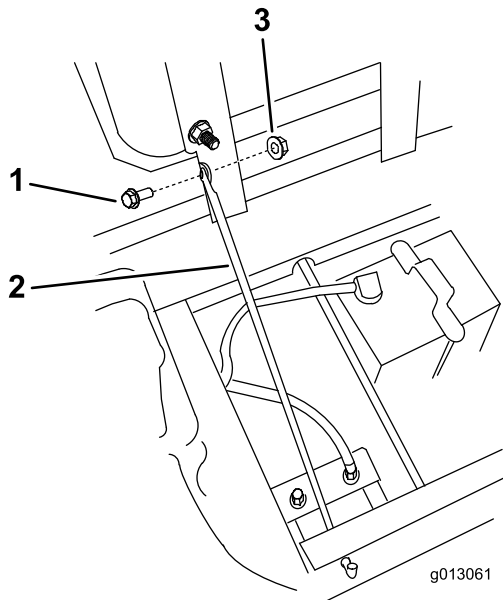

Figura 8
1. Incline el asiento hacia adelante y retire el perno y la tuerca de la varilla de retención del asiento (Figura 8).
9. Instale la varilla de retención del asiento con el perno y la tuerca que retiró anteriormente (Figura 8).